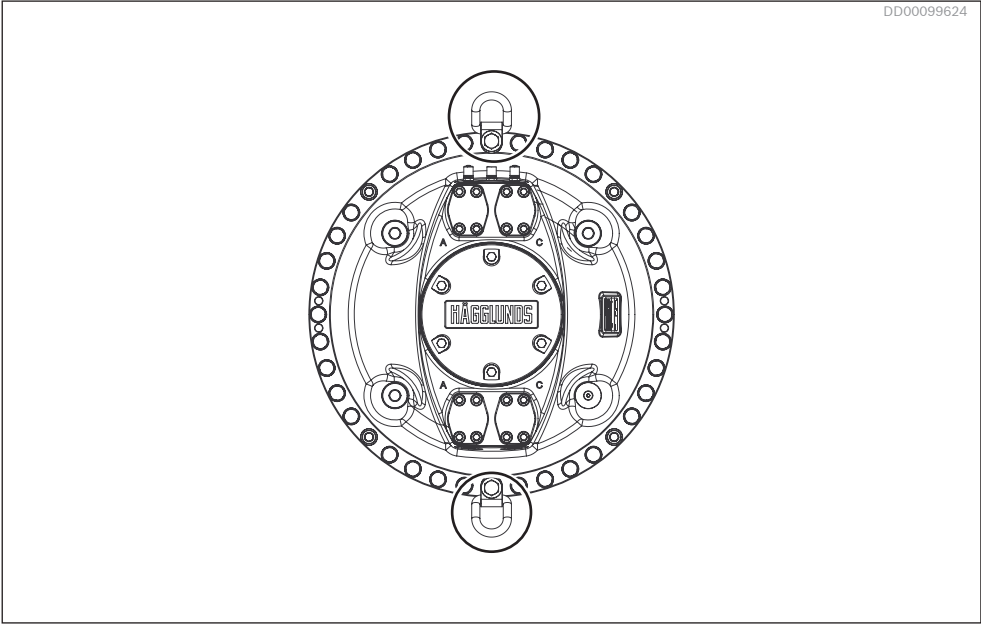

Fig. 4: Lyftöglor på motor
- Försäkra dig om att korrekt lyftögla används, se *Fig. 4:* och *Tabell 5.*